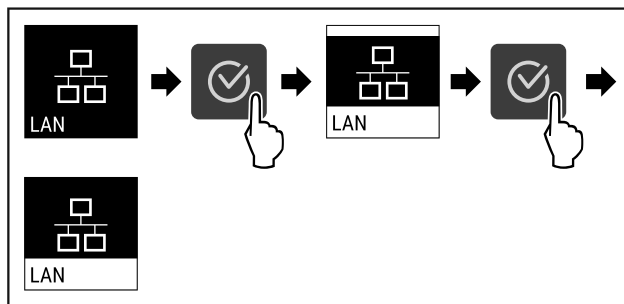

Fig. 92
- ▶ Seguir los pasos de procedimiento (consulte Fig. 92).